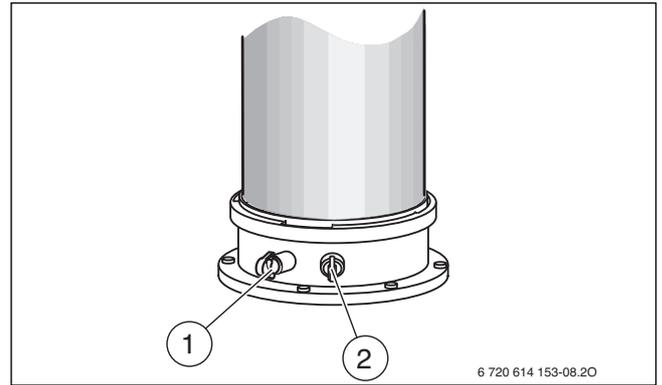

Bild 198 Abgasmessstutzen und Verbrennungsluft-Messstutzen
- ▶ Stopfen am Abgasmessstutzen [1] entfernen (→ Bild 198).